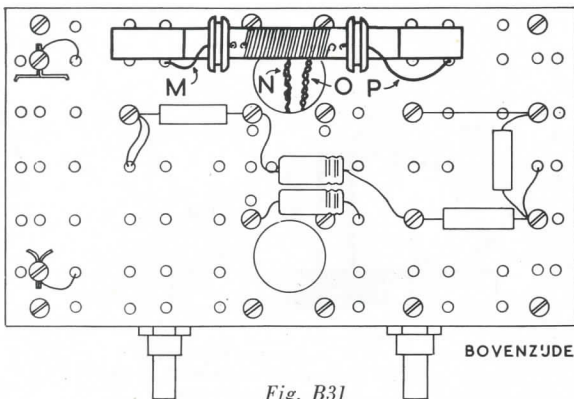
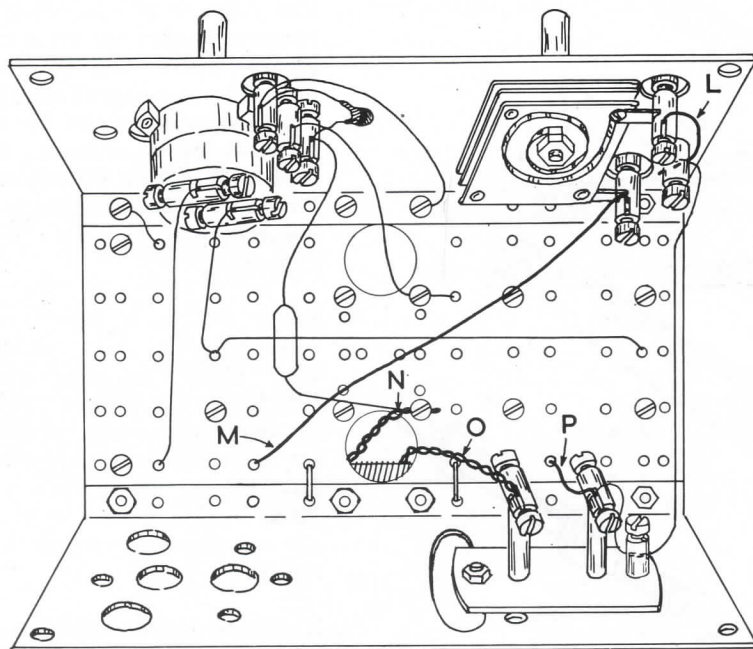
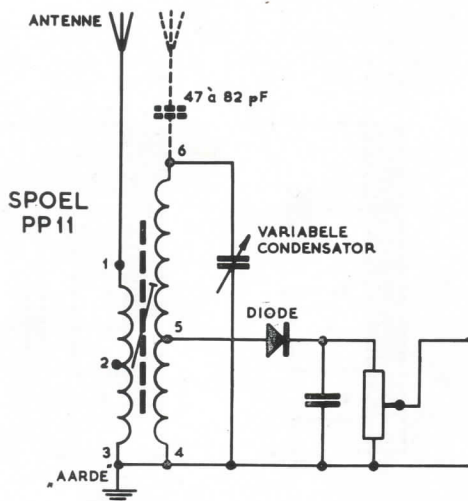

Fig. B31
Fig. B32
Fig. 20
23. Nu kunnen we de spoel aansluiten. Steek daartoe de aansluitdraden, die in fig. B31 en B32 zijn gemerkt met de letters M, N, O en P door gaten in de bruine isolatieplaat en zet ze vast in de klemmen zoals fig. B32 aangeeft. Desgewenst kan draad P wat worden ingekort (denk aan het verwijderen van de bruine isolatie!).
Het prinsipschema van de „Pionier II” met de Philips universeelspoel PP 11 is in fig. 20 getekend. De cijfers bij de spoel komen overeen met de cijfers, die in fig. 21 bij de aansluitlippen van de spoel zijn gezet. Het merkteken bestaat uit een gaatje, dat aan één zijde in het bruine isolatieplaatje aan de onderzijde van de spoel is aangebracht. De letters die bij de draden aan de aansluitlippen zijn aangegeven, komen overeen met de letters die in bouwtekening fig. B32 zijn gebruikt. Zoals in fig. 21 is getekend, kan de antenne òf direct aan lip 1 van de spoel worden aangesloten, òf via een condensator van 47 à 82 pF aan lip 6.